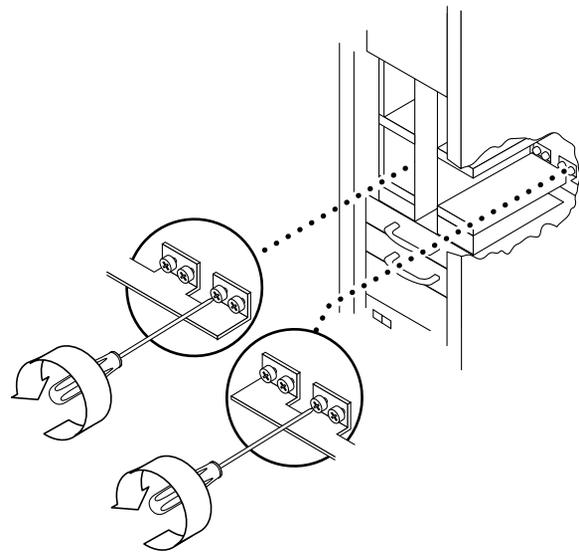

図 11-4 バスバーの脱落防止機構付きねじの緩め方 — Sun Fire E6900 システム
9. アクセス領域の奥の右上および左上にあるバスバーの脱落防止機構付きねじを緩めます (図 11-4)。